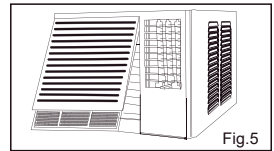
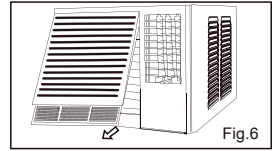

Fig.5
Fig.6
- 1) Quite el panel de delante. (Fig.5) Quite el filtro de aire. (Fig.6)